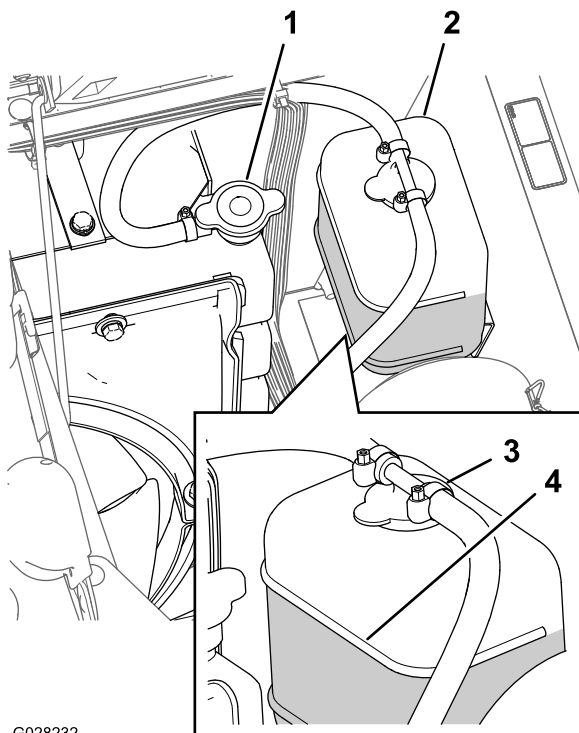

图 91
3. 小心拆下散热器盖和膨胀水箱盖图 91。
注意 散热器中的冷却液应添加至加油颈的顶部而膨胀水箱中的冷却液应添加至水箱上的“已满”标记处图 91。
5. 如果冷却液液位较低请拆下膨胀水箱盖和散热器盖然后将膨胀水箱添加至“已满”标记处将散热器添加至加油颈的顶部图 91。
6. 安装散热器盖和膨胀水箱盖图 91。
2. 发动机冷却后拆下散热器盖图 91。
6. 拆下散热器盖图 91。
8. 在散热器上的盖子松开的情况下启动发动机图 91。
10. 冷却液变热之后把冷却液液位添加至盖子的密封面处盖紧盖子 (图 91)。
11. 打开膨胀水箱盖向水箱添加冷却液至“冷”位置图 91。